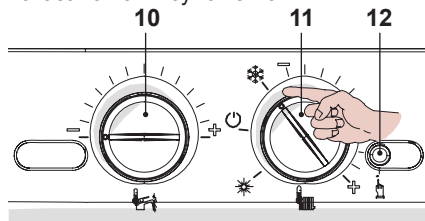

Рисунок 5.73
- Прежде чем включить электропитание котла, установите регуляторы 10 и 11, как показано на Рисунок 5.73.
- Чтобы настроить время пост-циркуляции насоса, войдите в режим программирования, нажав и удерживая в течение 15 секунд кнопку перезапуска 12, см. Рисунок 5.73, пока на ЖК-дисплее не появится параметр **P01**; на ЖК-дисплее последовательно отобразятся следующие символы (параметр **P01** будет загораться поочередно с --- -- --).
Нажмите кнопку перезапуска 12, см. Рисунок 5.73, и пролистайте параметры до **P11**, предназначенного для настройки постциркуляции насоса. На ЖК-дисплее последовательно отобразятся следующие символы (параметр **P11** будет загораться поочередно с 44).
Чтобы изменить настройку, поверните регулятор температуры контура горячего водоснабжения, см. 10 на Рисунок 5.73, и установите его на выбранное время, см. Рисунок 5.77.